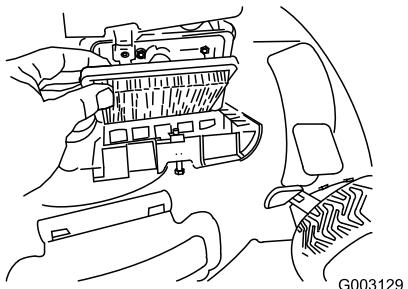

Figura 36
- Montate il coperchio (Figura 36).